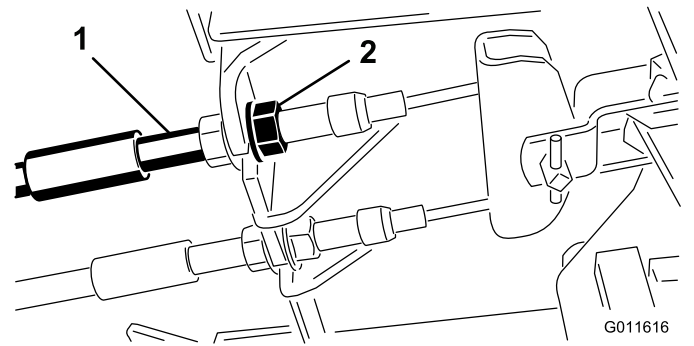

Figura 61
1. Per ridurre il gioco dei pedali del freno, stringete i freni allentando il dado anteriore sull'estremità filettata del cavo del freno (Figura 61).